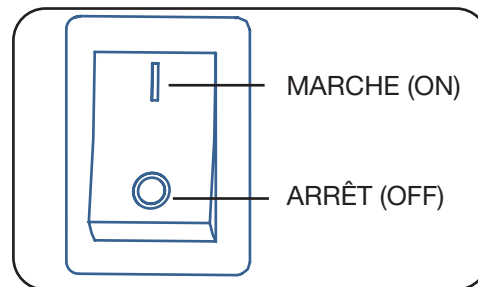

Figure 3-3
2. Si votre appareil est doté d'un interrupteur d'arrêt d'urgence, assurez-vous que l'interrupteur est placé à la position MARCHÉ (ON) (ligne continue) lorsque vous démarrez le moteur. Voir Figure 3-3.
Pour arrêter le moteur en utilisant l'interrupteur d'arrêt d'urgence, placez l'interrupteur à la position ARRÊT (OFF) (cercle). Voir Figure 3-3.